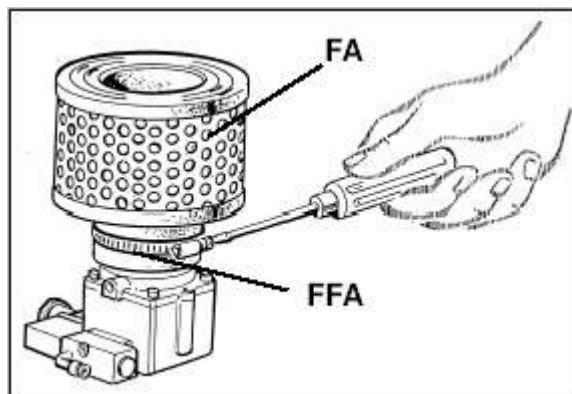

рис.11.
- ☐ Снять фиксирующий зажим **FFA** (рис. 11), а